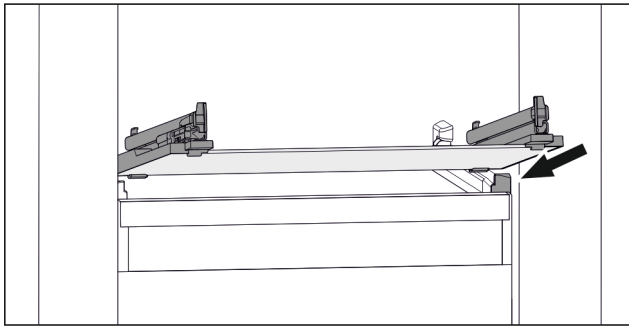

Fig. 89 Exemple de représentation de la tablette en verre
- ▶ Placer la tablette en verre, en l'inclinant, derrière les butées. (voir Fig. 89)